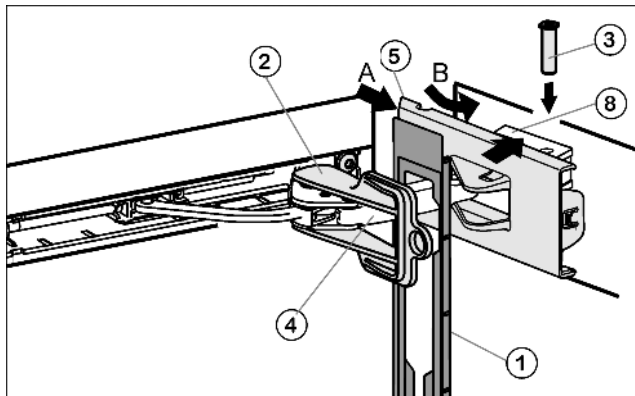

Fig. 23
- ▶ Навесьте накладку Fig. 23 (1) на амортизационную скобу Fig. 23 (4) таким образом, чтобы передние защелки показывали во внутрь, а передняя сторона была направлена к устройству.
- ▶ Отодвиньте (A) крышку Fig. 23 (5) снаружи и поверните (B) через опорную деталь Fig. 23 (8).
- ▶ Установите крышку Fig. 23 (5) и защелкните ее до первого фиксатора.
- ▶ Притяните амортизационную скобу Fig. 23 (4) к опорной детали Fig. 23 (8) и сверху вставьте палец Fig. 23 (4) таким образом, чтобы квадратная головка сидела в углублении.
- ▶ Теперь полностью защелкните крышку Fig. 23 (5) на опорной детали Fig. 23 (8).
- ▶ Выкрутите фиксатор Fig. 23 (2).
- ▶ Защелкните накладку Fig. 23 (1) на дверце.